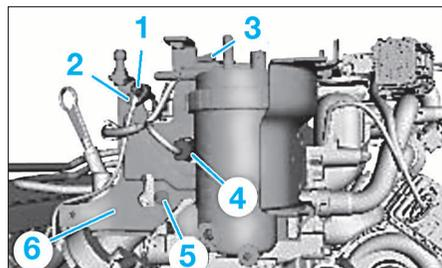

FIG. 36
- la vis de fixation (1) du connecteur électrique du câble (2) de bougies de préchauffage puis le déposer (Fig.36).